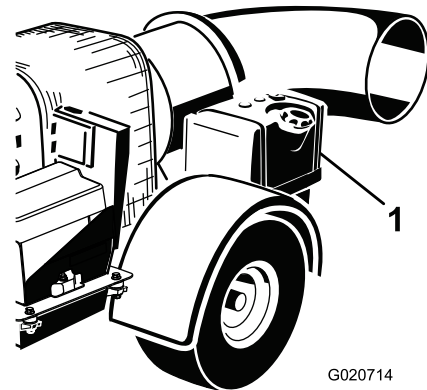

Bild 8
2. Reinigen Sie den Bereich um den Tankdeckel herum und nehmen den Deckel ab (Bild 8).